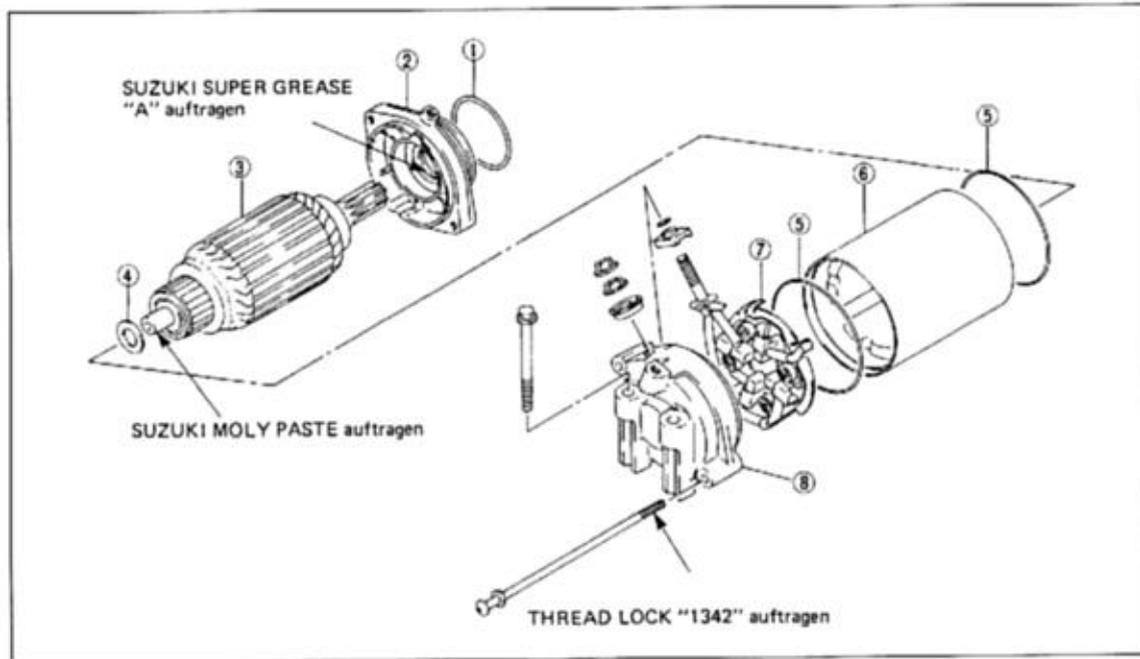

Bild 62
- Anker  Bild 62 in Gehäuse einführen und mit der bei Demontage notierten Anzahl von Beilagscheiben versehen.